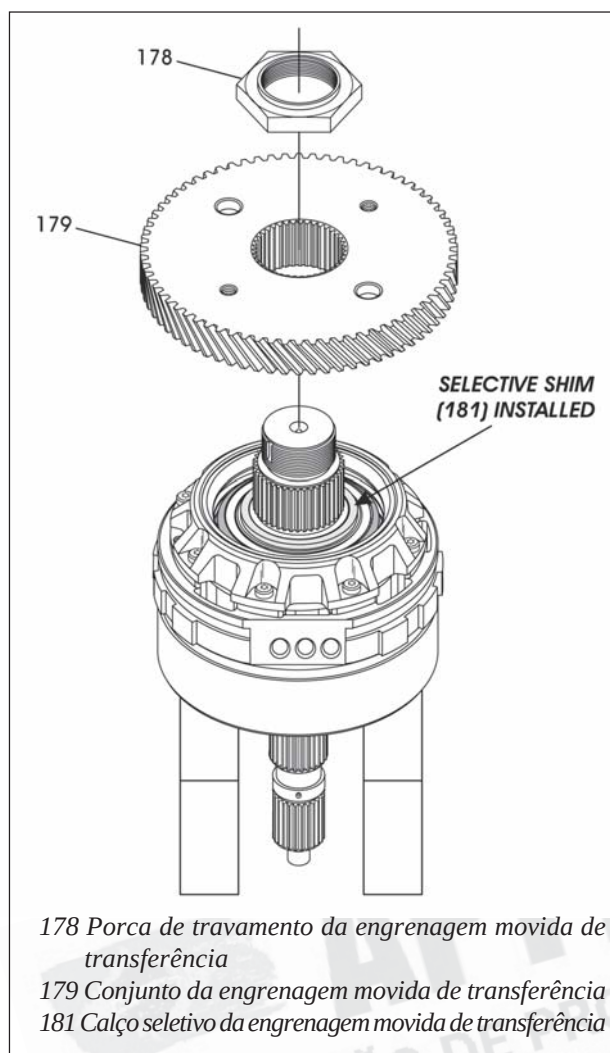

Figura 158
9. Instale o conjunto finalizado da engrenagem movida de transferência no eixo central do conjunto Underdrive no topo do calço seletivo, conforme mostra a figura 158.
10. Instale a porca de travamento da engrenagem movida de transferência, conforme mostra a figura 158.